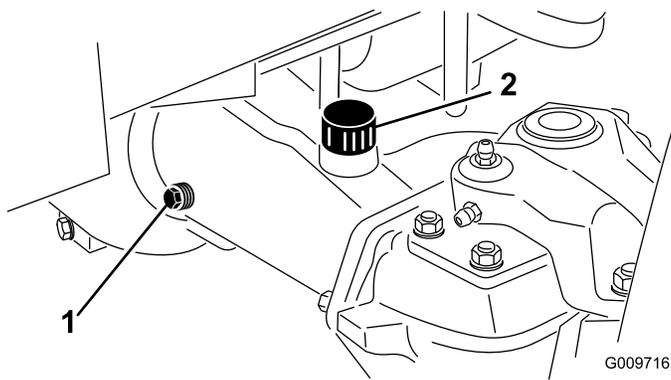

Figura 71
2. Retire un tapón de verificación de un extremo del eje (Figura 71) y asegúrese de que el lubricante llega al borde inferior del orificio. Si el nivel es bajo, retire el tapón de llenado (Figura 71) y añada suficiente lubricante para que el nivel llegue al borde inferior de los orificios de los tapones de verificación.